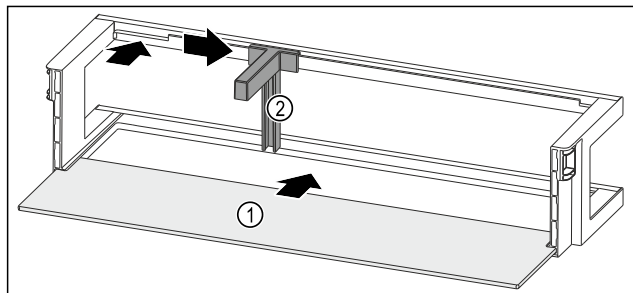

Fig. 199 Ajtópolc tárolólappal
- ▶ Tolja be a tárolólapot Fig. 199 (1) az oldalsó bemarásokba.
- ▶ Helyezze be a palacktartót Fig. 199 (2) a mélyedésbe.
- ▶ Tolja oldalra a kívánt pozícióba a palacktartót Fig. 199 (2).